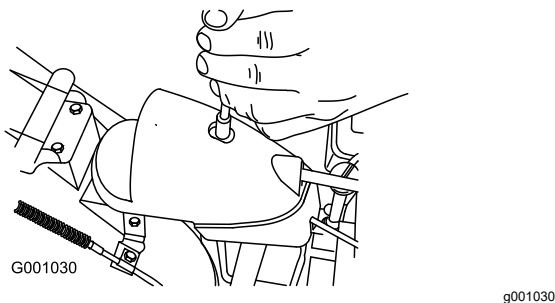

Bild 39
1. Nehmen Sie die Befestigung an der Getriebeabdeckung ab (Bild 39), heben Sie die Abdeckung vorne hoch und schieben Sie sie nach hinten.